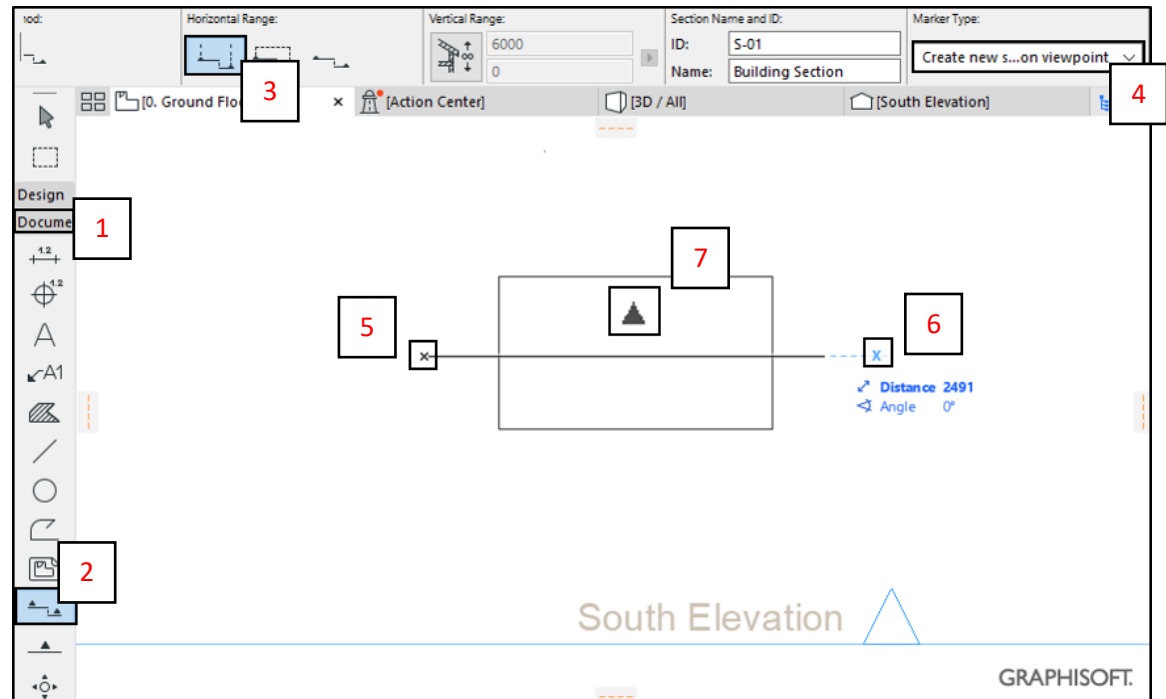

Fig. 21
- En la *Paleta de Herramientas*, ir a **Document** (1) > **Section Tool** (2). (Fig. 21)
- Configurar el Corte en el *Cuadro de Información*, según requerimiento del usuario (por ejemplo, **Horizontal Range** (3), **Marker Type** (4)). (Fig. 21)
- En la *Pantalla Gráfica*, dibujar una línea transversal, haciendo clic en ambos lados de la losa (5 y 6). Para definir la orientación de la vista corte, hacer clic hacia un lado de la línea (7). (Fig. 21)